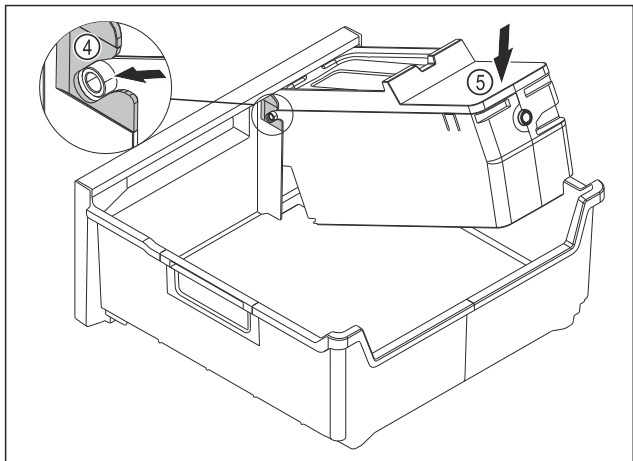

Fig. 115
- ▶ Montar el cuerpo del EasyTwist-Ice: Introducir los ejes del cuerpo del EasyTwist-Ice en las guías Fig. 115 (4).
- ▶ Presionar el cuerpo del EasyTwist-Ice Fig. 115 (5) hacia abajo por detrás.